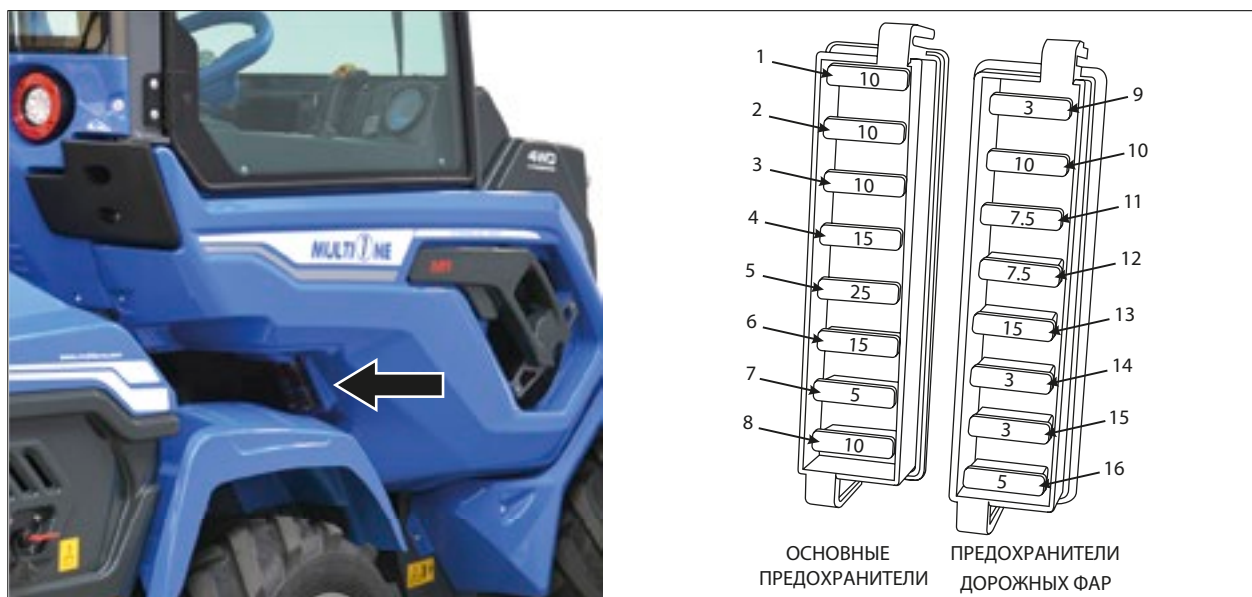

РИС. 45
- 1) Снимите крышку, расположенную с правой стороны машины (см. РИС. 45).